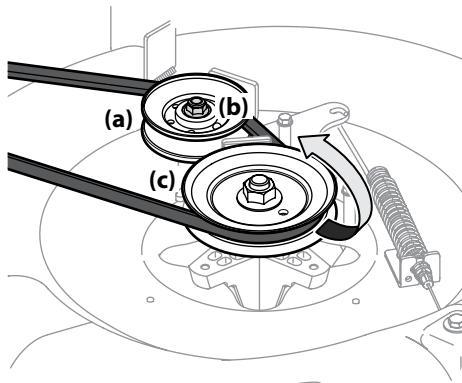

Figura 4-15
7. Afloje la polea loca (plataformas de 24" solamente) (a) para lo cual debe aflojar la tuerca de seguridad con brida (b) que la sujeta, lo suficiente para que quede una holgura para que pase la correa hacia afuera. Extraiga la correa sacándola de la polea de transmisión de la plataforma (c) y de la polea loca (a). Consulte la Figura 4-15.